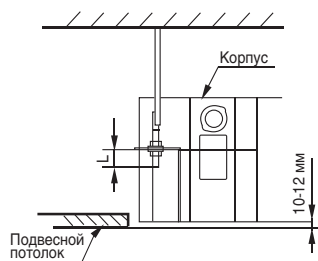

Рис. 2.2
- Расстояние между нижней поверхностью корпуса блока и подвесным потолком должно быть 10-12 мм (рис. 2.2).